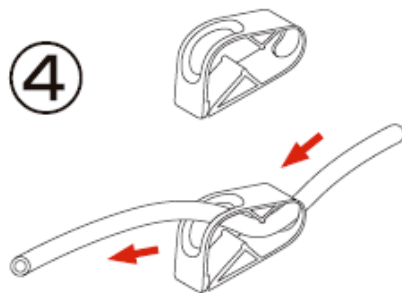

図 4. クリンチャーの取り付け
④ 長いチューブ 2 本 (約 20cm) を用意し, 1 本のチューブをクリンチャーの穴に 4cm 程通す (図 4 参照).